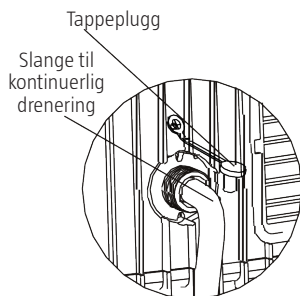

Fig. 22
- Ta ut dreneringspluggen på baksiden av apparatet og koble til en slange. Trekk slangen til et egnet avløp (fig. 22 og 23).